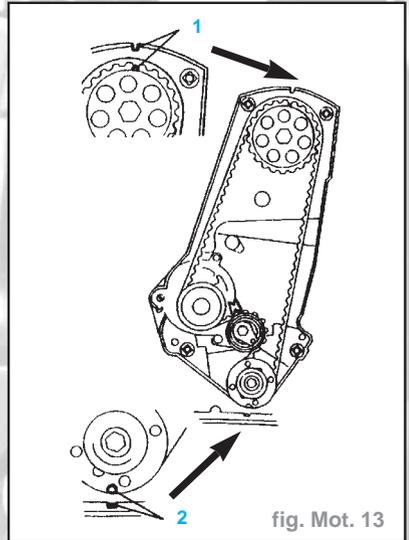

fig. Mot. 13
- Aligner les repères d'arbres à cames (1) et de poulie de vilebrequin (2) (fig. Mot. 13).
- Aligner les repères d'arbre à cames (1) et du pignon de vilebrequin (2) (fig. Mot. 13).
- Tenir compte des repères des temps de distribution (fig. Mot. 13).
- Aligner les repères d'arbres à cames et de pignon de vilebrequin (fig. Mot. 13).
- Tourner le vilebrequin de deux tours (720°) à la vis de fixation de la roue d'entraînement de la courroie crantée dans le sens de la marche du moteur jusqu'à ce que les repères (2) et (1) se retrouvent en regard (fig. Mot. 13).